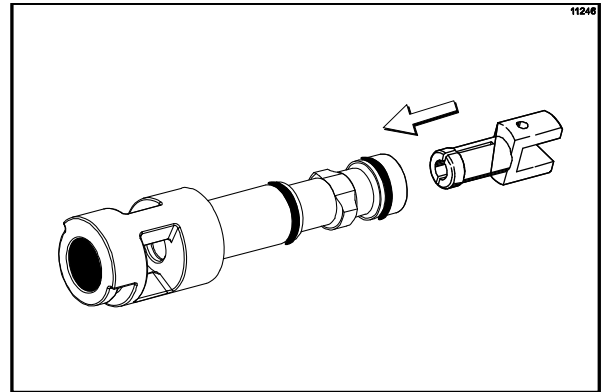

Figura 119
9. Apertando a extremidade dividida, insira o spinner pela abertura metálica da válvula de extração até estalar no lugar. (Veja a Figura 119.)